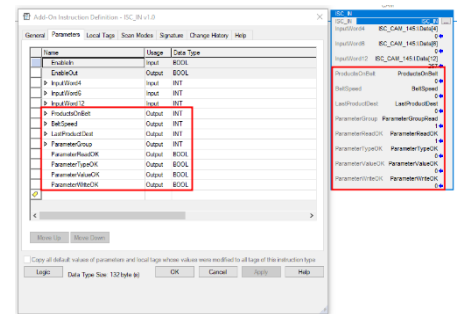

Figure 37: Output Data Types for
24. 创建一组独有的数据类型，为接下来四个以 INT 为数据大小的AOI 的输出项，见图37.如已创建UDT，也可以用于此处。
25. 创建一组独有数据类型，为接下来四个以 BOOL 为数据大小的AOI 的输出项，见图 37.如已创建 UDT，也可以用于此步骤。